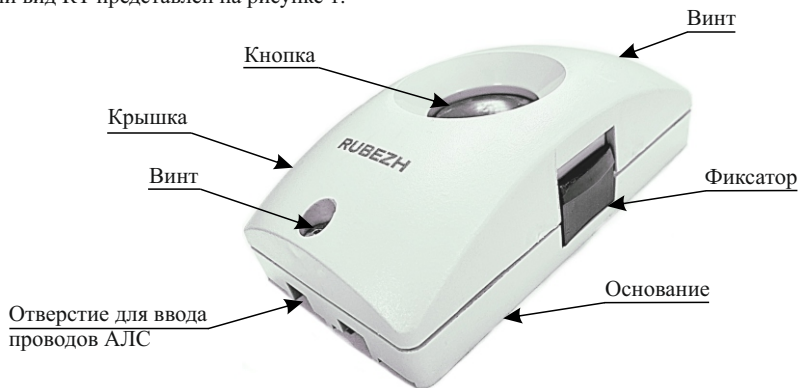

Рисунок 1
5.6 Для установки КТ необходимо снять крышку, открутив два винта (рисунок 1).
5.9 Пропустить провода АЛС в прямоугольное отверстие основания (рисунок 1) и подключить к клеммной колодке. Клеммная колодка обеспечивает надежное соединение с проводами сечением от 0,35 до 1,5 мм².